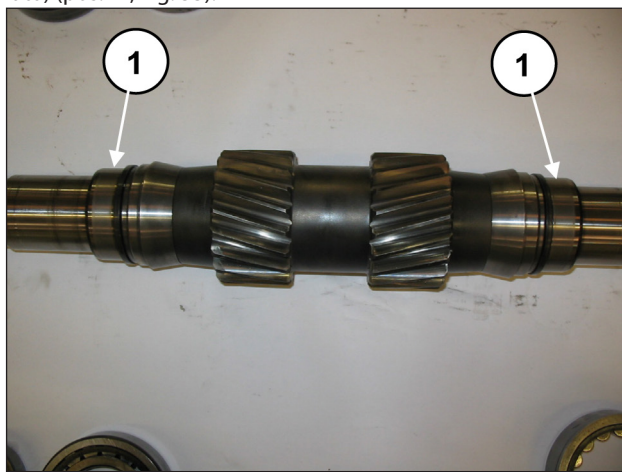

Fig. 53
inserirlo sull'albero PTO i 2 anelli interni dei cuscinetti (uno per lato) (pos. ①, Fig. 53).